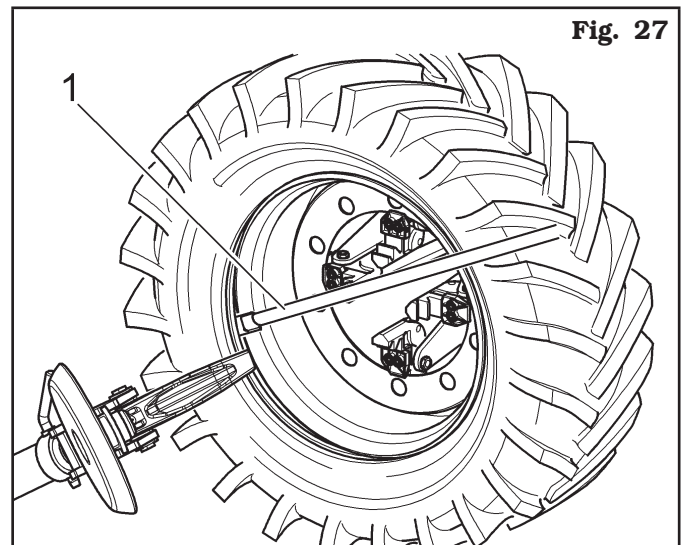

Fig. 27
- Insertar la palanca (Fig. 27 ref. 1) entre la llanta y el talón en el lado derecho del útil.